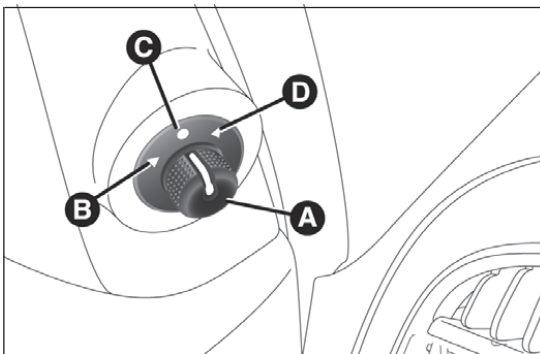

Abb. 35
- Mit dem Umschalter A Abb. 35 den gewünschten Außenspiegel wählen (rechts oder links);